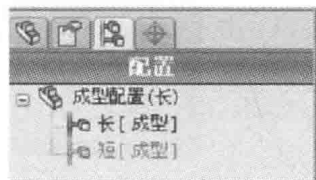

图 1-4 ConfigurationManager 配置
(3) ConfigurationManager 让用户能够在文档中生成、选择和查看零件和装配体的多种配置。配置是单个文档内的零件或装配体的变体。例如，可以使用螺栓的配置指定不同的长度和直径，如图 1-4 所示。